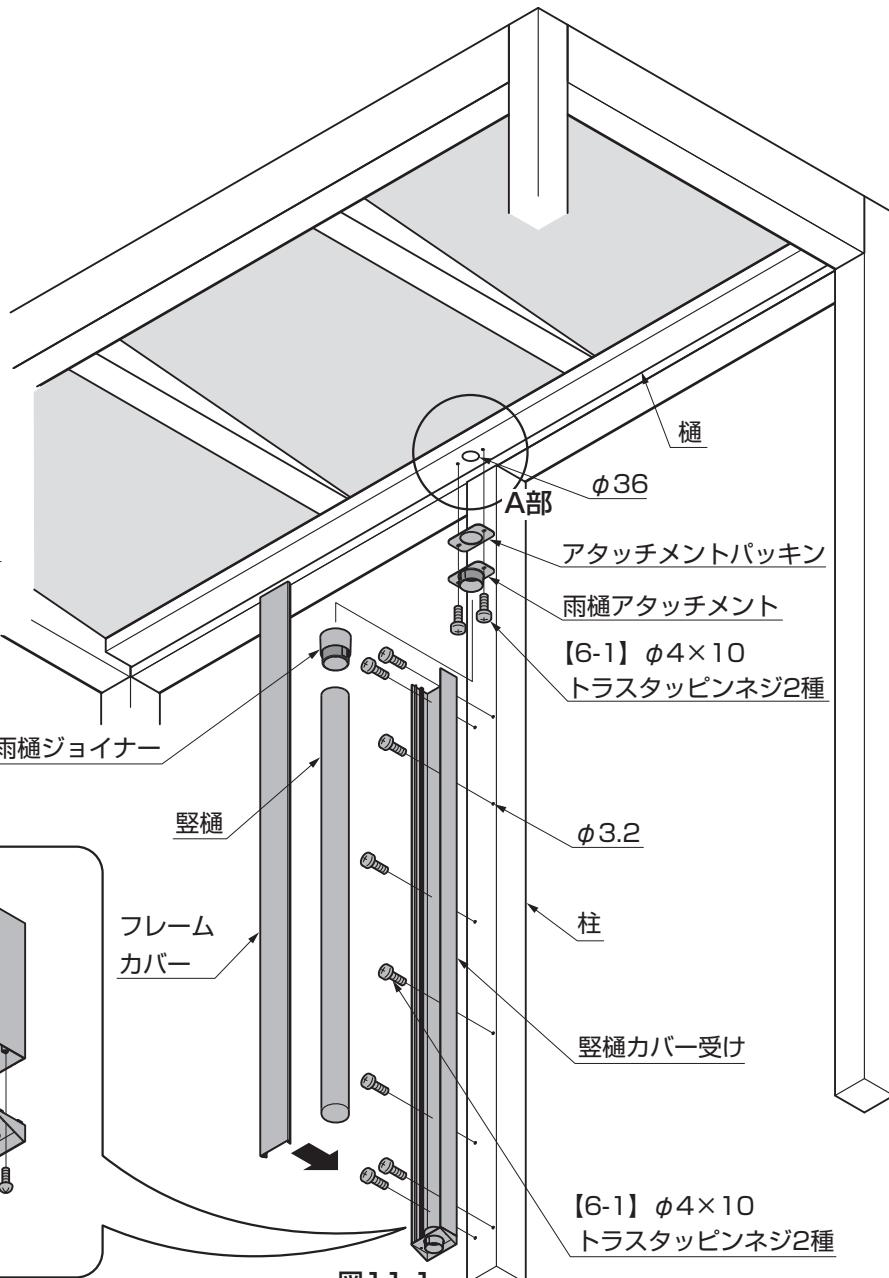

図11-4
②アタッチメントパッキンを雨樋アタッチメントに貼付けて樋に【6-1】で取付けてください。
③雨樋ジョイナーを雨樋アタッチメントに取付けてください。
④縦樋受けキャップを縦樋カバー受けの切欠きのない側に【6-2】で取付けてください。(図11-4参照)
⑤縦樋の長さをH24の場合は2199mmに、H29の場合は2654mmに切断してください。
⑥縦樋を縦樋受けキャップに差し込んだ状態で、縦樋カバー受けを柱に当ててください。
⑦縦樋カバー受けを樋下面に突き当て、縦樋と雨樋ジョイナーを結合させてください。
⑧ドリルで柱にφ3.2の下穴をあけ、【6-1】で縦樋カバー受けを柱に取付けてください。
⑨フレームカバーの切欠きのある側を上にして、縦樋カバー受けにはめ込んでください。